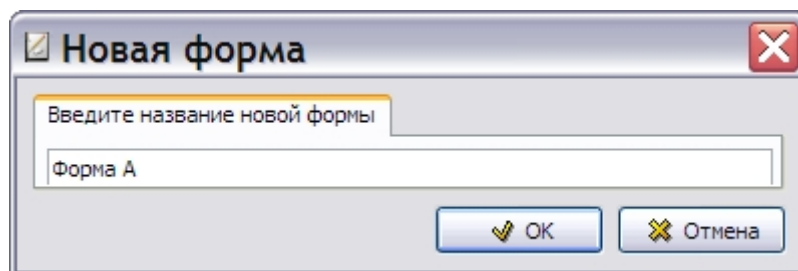

Рис. 3.58
2. В окне **Новая форма** введите название создаваемой формы, например «Форма А» (Рис. 3.58).